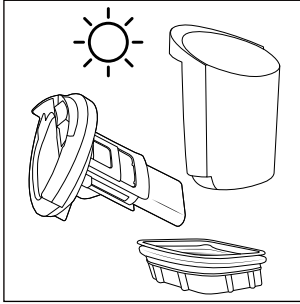

Fig. 27
- ♦ Lad snavsfilteret **10**, beholderen til snavsset vand **2** og låget til beholderen til snavsset vand **9** tørre helt (se fig. 27).